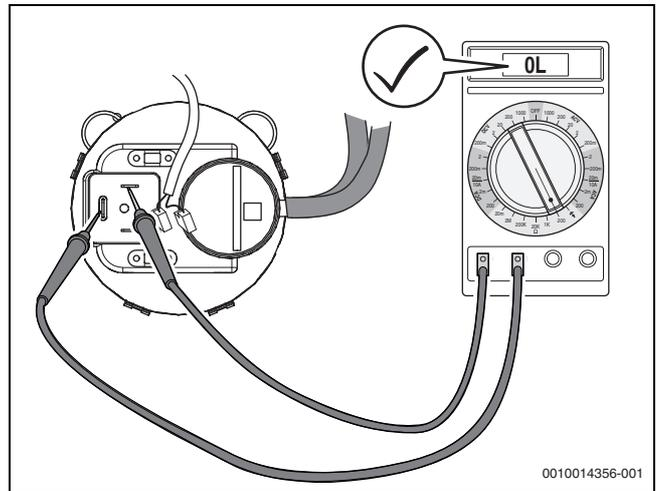
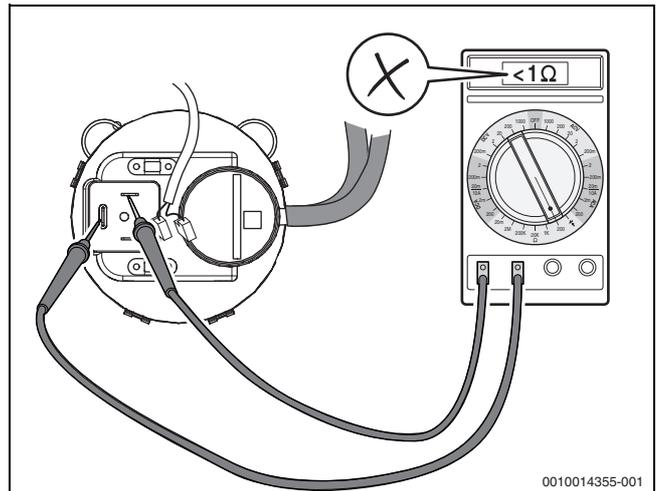

Bild 74 Differenzdruckwächter auf Durchgang prüfen (Differenzdruckwächter in Ordnung)
Bild 75 Elektrischen Widerstand an den Kontakten des Differenzdruckwächters messen (Differenzdruckwächter **nicht** in Ordnung)
- ▶ Elektrische Anschlussleitungen am Differenzdruckwächter abziehen und Widerstand an den Kontakten messen (→Bild 74). Wenn kein Wert oder ein Widerstand $> 1 \text{ Ohm}$ angezeigt wird, ist der Differenzdruckwächter in Ordnung. Wenn der gemessene Wert $< 1 \text{ Ohm}$ beträgt (oder Signalton, je nach Messgerät; →Bild 75), Differenzdruckwächter austauschen.